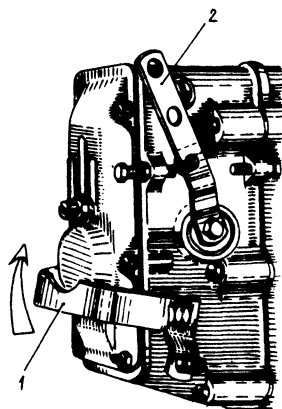

Рис. 29. Подача включена, минимальная частота вращения:
**Пуск.** Скобу 1 (рис. 29) регулятора частоты вращения установите в положение включенной подачи топлива, а рычаг 2 управления регулятором — в положение, соответствующее минимальной частоте вращения. При пуске двигателей зимой рычаг управления регулятором установите в среднее положение. Поверните ручку замка-включателя стартера; как только двигатель начнет устойчиво работать, ручку отпустите.